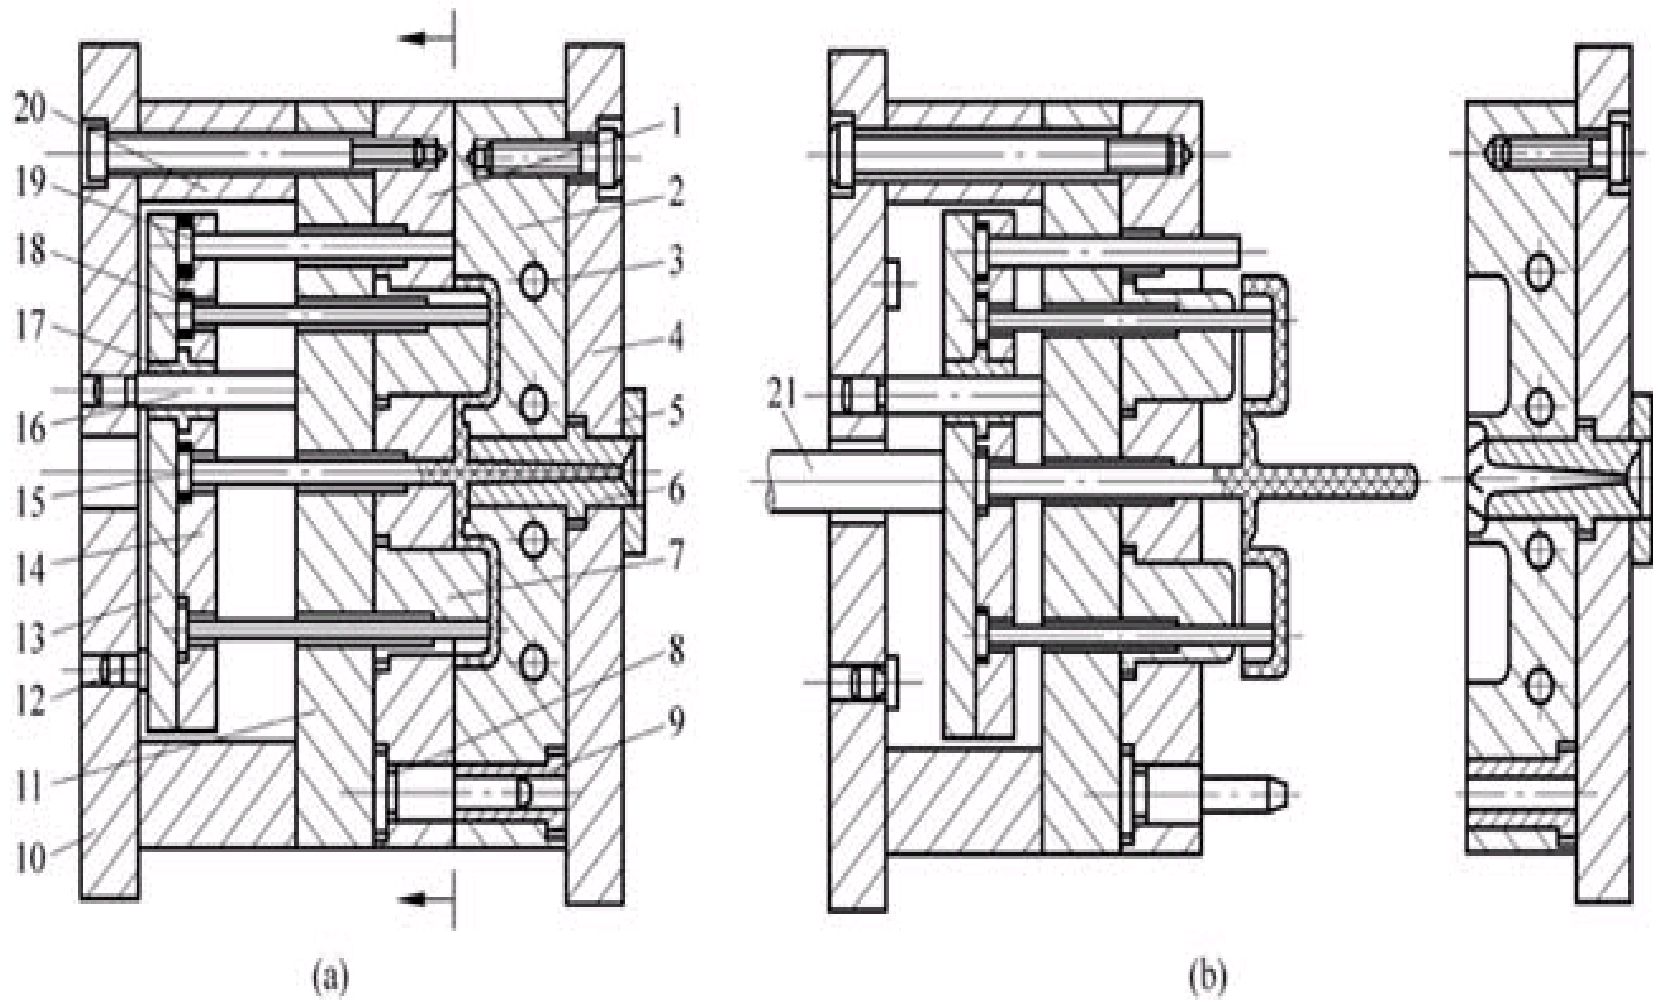

图1-1 注塑模的典型结构
注塑成型时，定模部分和随液压驱动的动模部分经导柱导向而闭合，塑料熔体从注塑机喷嘴经模具浇注系统进入型腔；注塑成型冷却后开模，即定模和动模分开，一般情况下塑件留在动模上，模具顶出机构将塑件推出模外。图1-1为一典型注塑模。
1. 成型零部件 成型零部件是指定、动模部分中组成型腔的零件。通常由凸模（或型芯）、凹模、镶件等组成，合模时构成型腔，用于填充塑料熔体，它决定塑件的形状和尺寸，如图1-1所示的模具中，动模板1和凸模7成型塑件的内部形状，定模板2成型塑件的外部形状。
3. 导向机构 导向机构分为动模与定模之间的导向机构和顶出机构的导向机构两类。前者是保证动模和定模在合模时准确对合，以保证塑件形状和尺寸的精确度，如图1-1中导柱8、导套9；后者是避免顶出过程中推出板歪斜而设置的，如图1-1中推板导柱16、推板导套17。
4. 脱模机构 用于开模时将塑件从模具中脱出的装置，又称顶出机构。其结构形式很多，常见的有顶杆脱模机构、推板脱模机构和推管脱模机构等。图1-1中推杆13、推杆固定板14、拉料杆15、推杆18和复位杆19组成顶杆脱模机构。
6. 加热和冷却系统 为了满足注塑工艺对模具的温度要求，必须对模具温度进行控制，所以模具常常设有冷却系统并在模具内部或四周安装加热元件。冷却系统一般在模具上开设冷却水道（图1-1冷却水道3）。
开模时，动模和定模分开，从而取出塑件，称单分型面模具，又称双板式模具，其典型结构如图1-1所示。